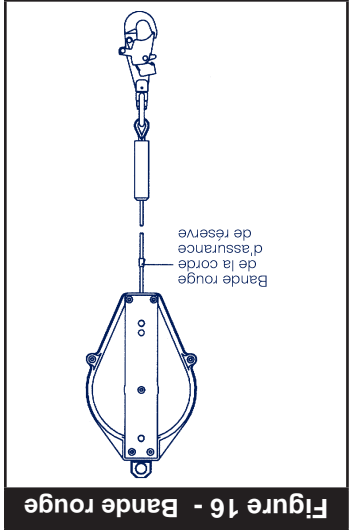

Figure 16 - Bande rouge
Voir la figure 16.
- figure 16, ou si l'étiquette de la corde d'assurance de réserve est visible sur les moufles à sangle, tel qu'illustré aux figures 3 et 4, cela signifie que la corde d'assurance de réserve a été complètement déroulée et que le dispositif doit être envoyé à un centre de service autorisé avant d'être réutilisé. Si la corde d'assurance de réserve n'a pas été déployée, on peut poursuivre l'inspection.